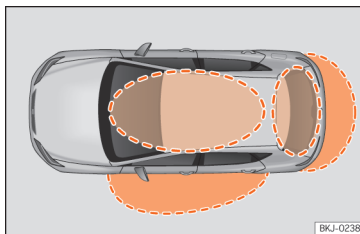
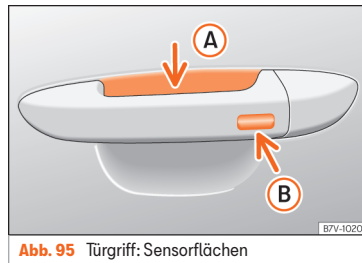

Abb. 94 Keyless Access: Näherungsbereiche.
Abb. 95 Türgriff: Sensorflächen
»» Abb. 95
Keyless Access ist ein schlüsselloses Start- und Schließsystem, mit dem das Fahrzeug ohne aktive Fahrzeugschlüsselbenutzung ent- bzw. verriegelt werden kann. Dazu müssen sich lediglich ein gültiger Fahrzeugschlüssel im Erkennungsbereich für den Zugang zum Fahrzeug befinden »» Abb. 94 und eine der Sensoren an den Türgriffen berührt werden »» Abb. 95 »» i.
Befindet sich ein gültiger Schlüssel in einem der Funktionsbereiche »» **Abb. 94**, erteilt das Schließ- und Startsystem Keyless Access diesem Schlüssel eine Zugangsberechtigung, sobald eine der Sensorflächen an den Vordertürgriffen betätigt wird.
- Umfassen Sie den Fahrertürgriff. Dabei wird die Sensorfläche »» **Abb. 95** **A** (Pfeil) im Türgriff berührt und das Fahrzeug entriegelt sich.
- Berühren Sie *einmal* den Verriegelungssensor »» **Abb. 95** **B** (Pfeil) am Griff der Fahrertür. Die Tür, an welcher der Griff betätigt wird, muss geschlossen sein.
- Berühren Sie *einmal* die Sensorfläche »» **Abb. 95** **B** (Pfeil) am Griff der Fahrertür. Das Fahrzeug ist mit der „Safe“ »» **Seite 108**-Sicherheitssystem verriegelt. Die Tür, an welcher der Griff betätigt wird, muss geschlossen sein.
- Berühren Sie *zweimal* die Sensorfläche »» **Abb. 95** **B** (Pfeil) am Griff der Fahrertür, um das Fahrzeug zu verriegeln, ohne das Sicherheitssystem „Safe“ zu aktivieren »» **Seite 108**.
Wenn sich ein gültiger Fahrzeugschlüssel in der Nähe »» **Abb. 94** der Heckklappe befindet, entriegelt die Heckklappe beim Öffnen des verriegelten Fahrzeugs automatisch.
- Berühren Sie die Schließaste  auf dem Funkschlüssel und berühren Sie einmal innerhalb von 5 Sekunden die Verriegelungssensorfläche am Fahrertürgriff »» **Abb. 95 (B)**. Greifen Sie nicht am Türgriff, da sich das Fahrzeug sonst nicht verriegelt. Die Deaktivierung
Um mit der **Komfortfunktion** alle elektrischen Seitenfenster zu schließen, legen Sie einige Sekunden einen Finger auf die Verriegelungssensorfläche »» **Abb. 95 (B)** (Pfeil) am Türgriff, bis die Seitenfenster geschlossen sind.
Die Sensoren der Türgriffe können durch einen Wasser- oder Hochdruckdampfstrahl aktiviert werden, sofern sich ein gültiger Schlüssel in der Nähe befindet. Ist mindestens eines der elektrisch betriebenen Seitenfenster geöffnet und wird die Sensorfläche »» **Abb. 95 (B)** (Pfeil) an einem der